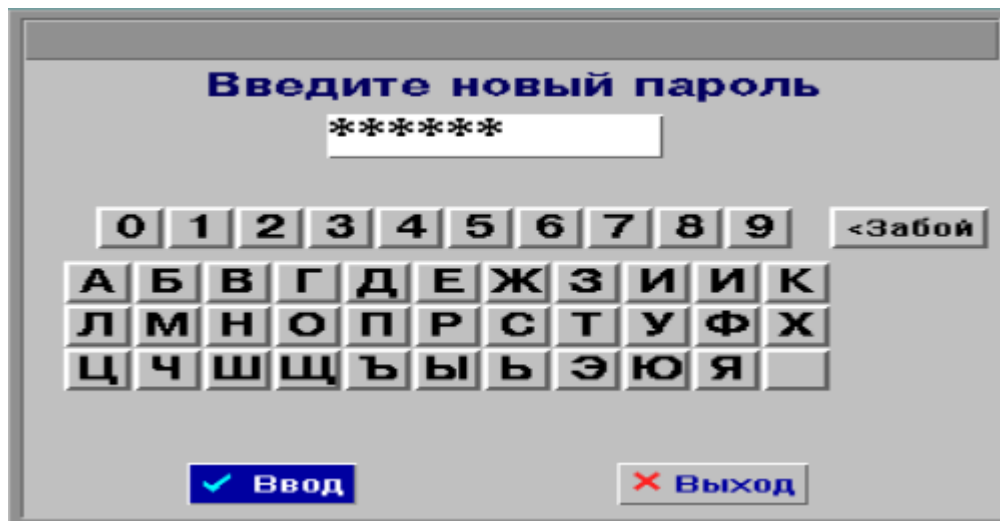

Рисунок 31 - Окно изменения пароля
7.27.1 Для корректировки пароля действующего (текущего) пользователя необходимо в исходном состоянии системы «мышью» выбрать кнопку «**Сервис**» и в открывшемся меню выбрать тему «**Изменение пароля**». При наличии соответствующих прав доступа на экране дисплея появится окно корректировки параметров пользователей (см. рис. 31).